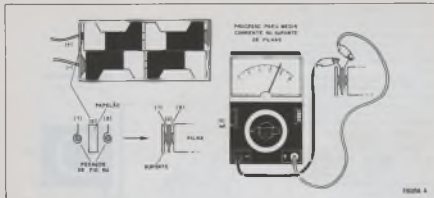

FIGURA 4
* Corrente nula: a corrente é nula não se obtendo deflexão nem mesmo quando passamos o instrumento para as escalas mais baixas de corrente. (figura 4)